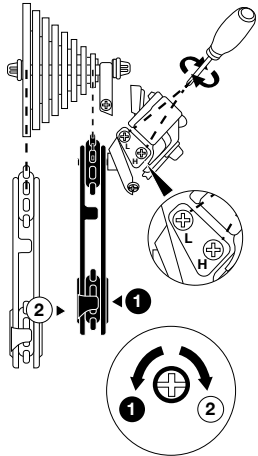

Figure 17. Réglage des butées de dérailleur
2. Le galet supérieur doit être aligné avec le pignon haut ou bas lorsque le dérailleur est en butée haute ou basse. Si le galet n'est pas aligné, il faut serrer ou desserrer la vis de butée pour obtenir le bon réglage (Figure 17).